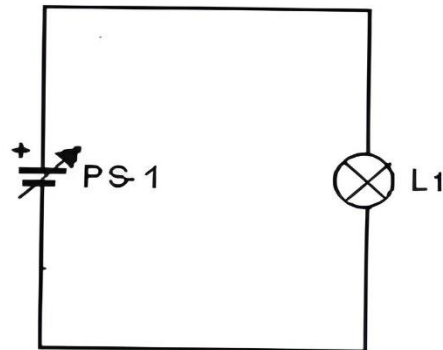

Figura 1.1
2. Estudie el circuito de la figura 1.1: